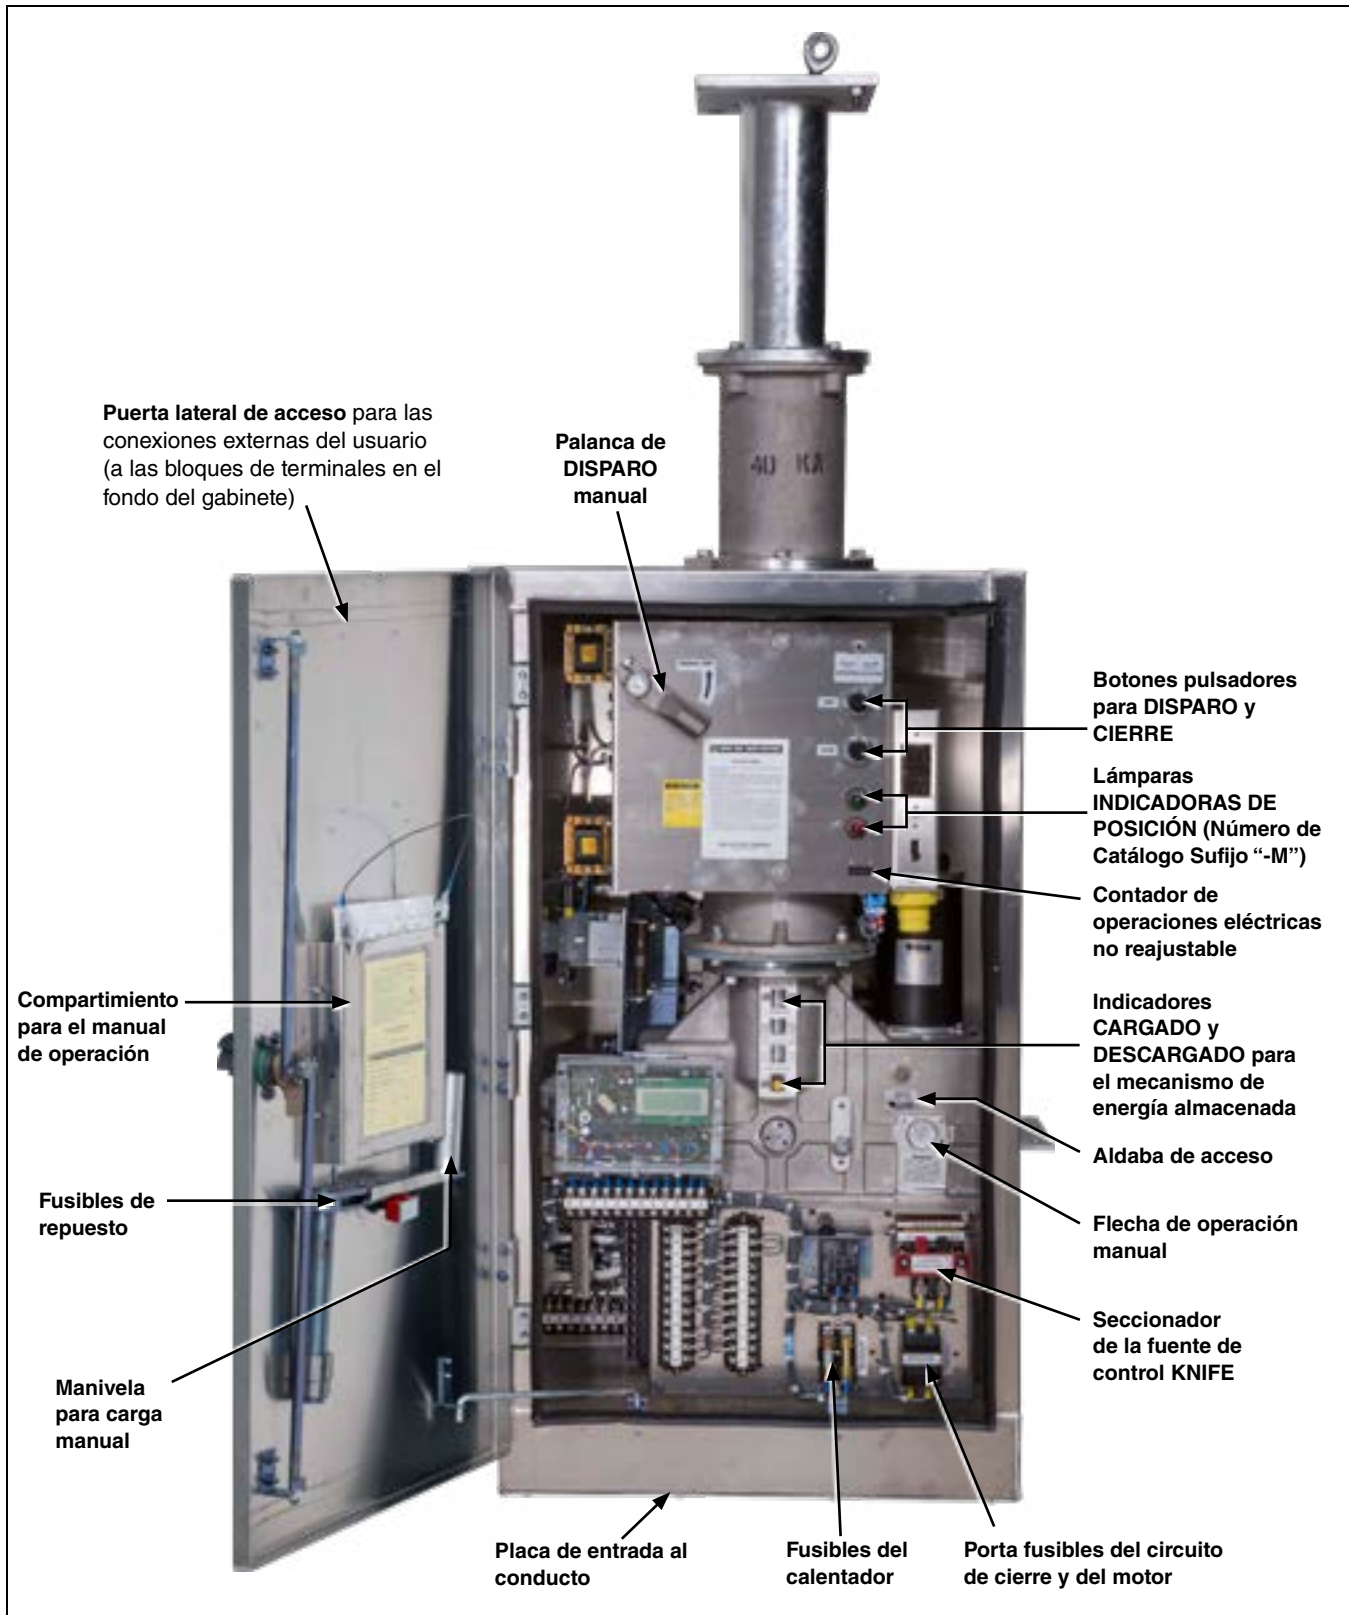
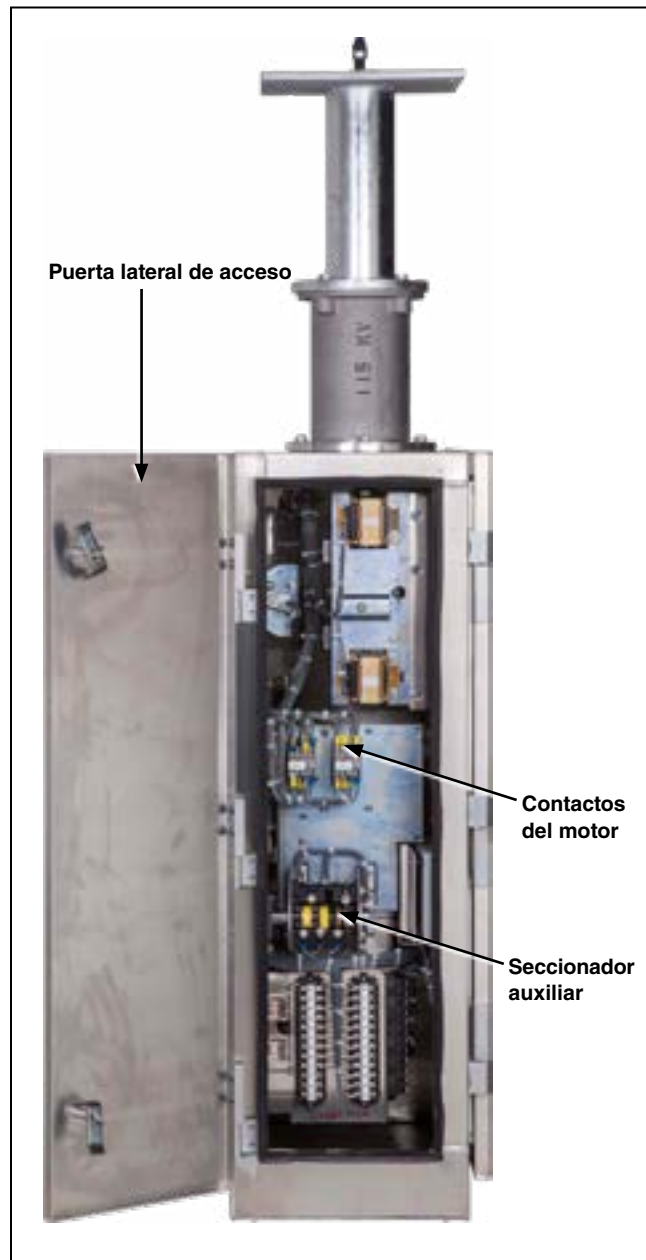
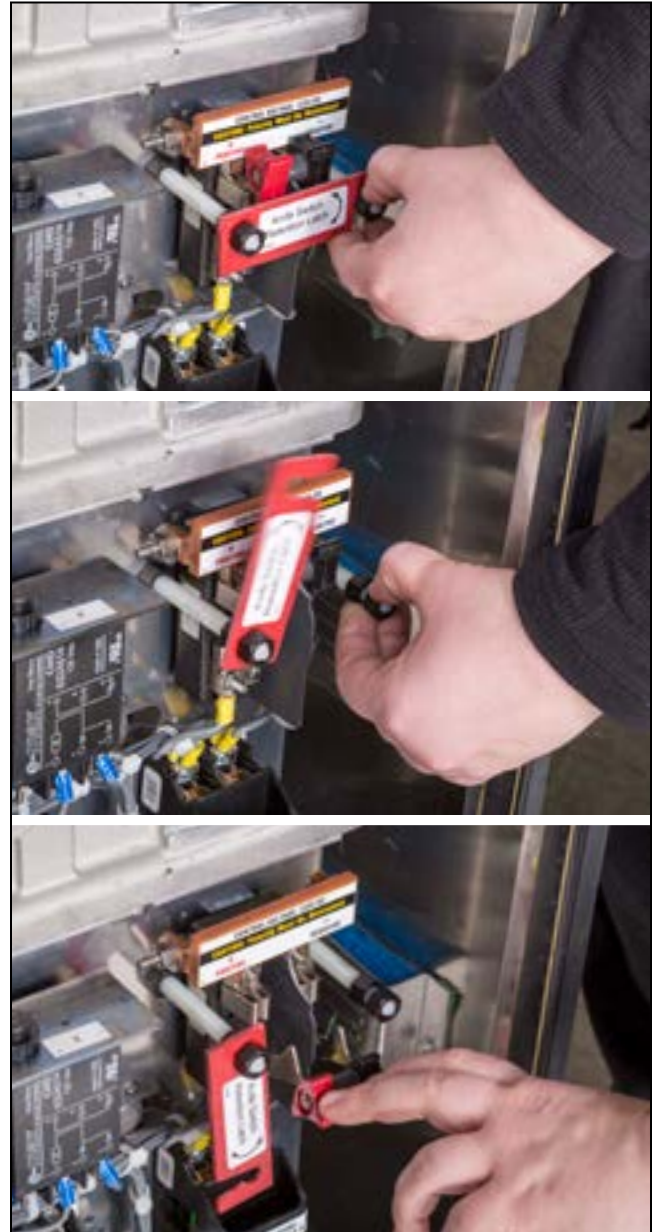

Figura 30. Interior del operador de interruptores.
Figura 32. Panel de acceso lateral del operador de interruptores.
Figura 33. El retenedor del interruptor KNIFE y el interruptor KNIFE.
PASO 9. Utiliza la palanca de carga manual suministrada con el operador para comprobar el funcionamiento del tren de alimentación de la cuchilla desconectadora siguiendo los pasos siguientes. Referirse a la Figura 30 en la página 26 y Figura 31 en la página 27.
- (c) Retira la palanca de carga manual de la flecha de carga manual y vuelve a colocarla en su soporte en la puerta del accionamiento. Ver Figura 30 en la página 26.
Realizar el siguiente procedimiento en el operador. Ver Figura 30 en la página 26, Figura 31 en la página 27, Figura 32, y Figura 33 en la página 29.
- PASO 1.** Para evitar que el operador se energice accidentalmente después de haber completado las conexiones externas, abra el interruptor KNIFE de alimentación de control. Gire el brazo de retención del interruptor KNIFE hacia un lado ejerciendo presión sobre el retén aislante rojo y la tuerca de retención de nailon negra. Gire el brazo de retención del interruptor KNIFE para apartarlo del camino ejerciendo presión sobre el retén aislante rojo y la tuerca de retención de nailon negro. El brazo de retención del interruptor KNIFE "saltará" y podrá girarse para apartarlo. Figura 33 en la página 29.
- PASO 2.** Marque la ubicación de la entrada del conducto para el cableado del circuito de control en la placa de entrada del conducto en la parte inferior de los gabinetes del operador. Figura 30 en la página 26.
- PASO 9.** Pulsar el botón CLOSE botón o envío de una señal de “Cierre” al operador de interruptores. Ve Figura 30 en la página 26. (Botones para DISPARO y para CIERRE no se incluyen en operadores especificados con el sufijo de número de catálogo “-J.” En tales casos, puentear momentáneamente los terminales 1 y 3 para cerrar el circuit-switcher)
Una vez cerrado el seccionador, el pestillo de cierre soltará, descargando el resorte de cierre. Esta acción cierra los interruptores. El INDICADOR DE POSICIÓN en la base de alta velocidad se moverá a la posición **Cerrado**. Ver Figura 41 en la página 33. Si se ha especificado la opción de lámparas INDICADORAS DE POSICIÓN, la luz roja se encenderá. Ver Figura 30 en la página 26.
Para abrir: presionar el botón TRIP (DISPARO) o envíe una señal remota de disparo al operador de interruptores. Ver Figura 30 en la página 26.
El indicador de SWITCH POSITION (POSICIÓN DEL INTERRUPTOR) en la base principal de alta velocidad se moverá a la posición **Abierto**. Ver Figura 41. Si la opción de luces indicadoras de posición fue especificada (sufijo del número de catálogo “-M”) la luz verde se encenderá. Ver Figura 30 en la página 26.
Para cerrar: oprimir el botón CLOSE (CIERRE) o envíe una señal remota de cierre al operador de interruptores. Ver Figura 30 en la página 26.